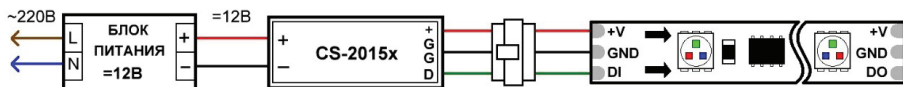
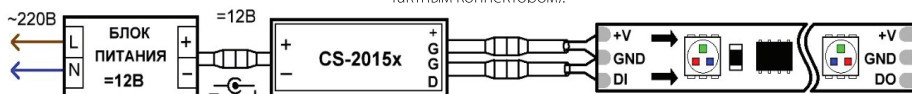

Рис.1. Схема подключения одной светодиодной ленты с напряжением питания 12В (для контроллера с общим трехконтактным коннектором).
Рис.2. Схема подключения одной светодиодной ленты с напряжением питания 12В (для контроллера с отдельными коннекторами питания и управления).
- 3.2. Подключите светодиодную ленту «Бегущий огонь» к выходу контроллера в соответствии со схемами Рис.1 или Рис.2, в зависимости от используемого контроллера и светодиодной ленты. Назначение выходов контроллера и цветовая маркировка приведены в таблице.